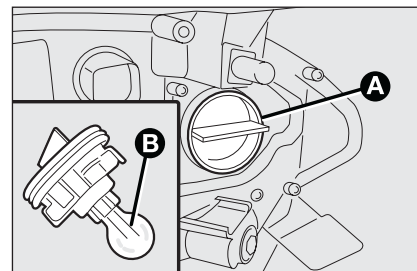

fig. 23
- extraire l'ampoule **B-fig. 23** et la remplacer;